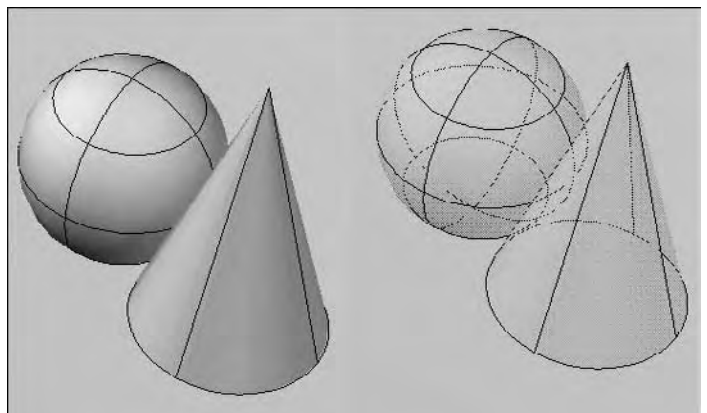

Fig.9.9
- **Opacité** (Opacity) : contrôle l'opacité ou la transparence des faces dans une fenêtre (fig.9.9)